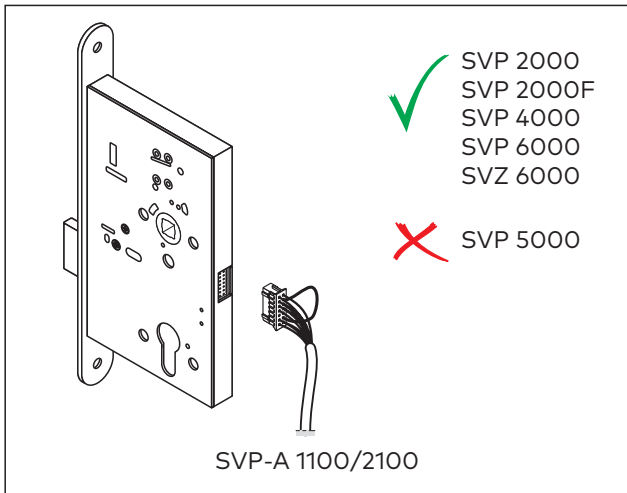

Abb. 22 Kabel anschließen
2. Das Kabel anschließen (Abb. 22).